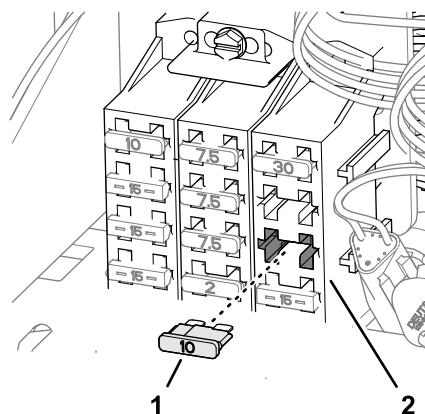

図 135
8. ステップ5で使ったオプション電源回路のヒューズブロックソケット(図 135)にヒューズ(10 A)を挿入します。